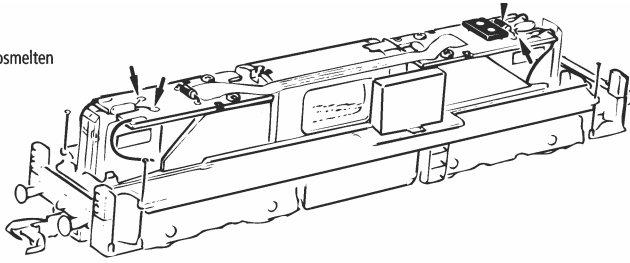

Fig. 7
2. Schmierung: Versehen Sie die im Schmierplan in Fig. 7 gekennzeichneten Stellen mit nur **kleinen Öltropfen**. Dazu zuerst das Lokgehäuse abnehmen (Fig. 3). Wir empfehlen den **ROCO-Öler** Art. Nr. **10906**. Zur Schmierung der Getriebeteile (Zahnräder, Schnecke) empfehlen wir das **ROCO-Spezialfett 10905**. Im Falle der Schmierung diese Teile bitte nicht ölen.
2. Graissage: N'appliquez **qu'une tout petite goutte** aux endroits indiqués par le plan de graissage (fig. 7) après avoir démonté la caisse de la locomotive (fig. 3). Nous vous recommandons **le graisseur à huile ROCO réf. 10906**. Pour graisser les engrenages (roues dentées, vis sans fin) nous vous conseillons la **graisse spéciale Roco ref. 10905** pour engrenages en matières synthétiques. Lorsque vous utilisez cette graisse il faut éviter d'huiler ces composants.
2. Het smeren: Op de aangegeven punten slechts een **enkel oliedruppeltje** (Fig. 7). Daartoe wel eerst het lochuis verwijderen (Fig. 3). Wij adviseren **ROCO-smeerolie Nr. 10906**. Voor het smeren van de aandrijving (tandwielen, wormwielen, etc.) adviseren wij **Roco-smeervet Nr. 10905**. Let op. Geen olie gebruiken waar smeervet zit.